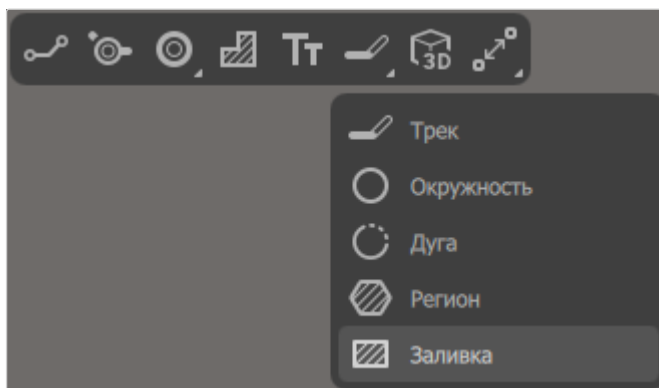

Рисунок 155. Инструмент «Заливка» на панели инструментов
- Щелкнуть правой кнопкой мыши по значку  на панели инструментов редактора плат и в раскрывшемся списке выбрать инструмент «Заливка» (см. рисунок 155).